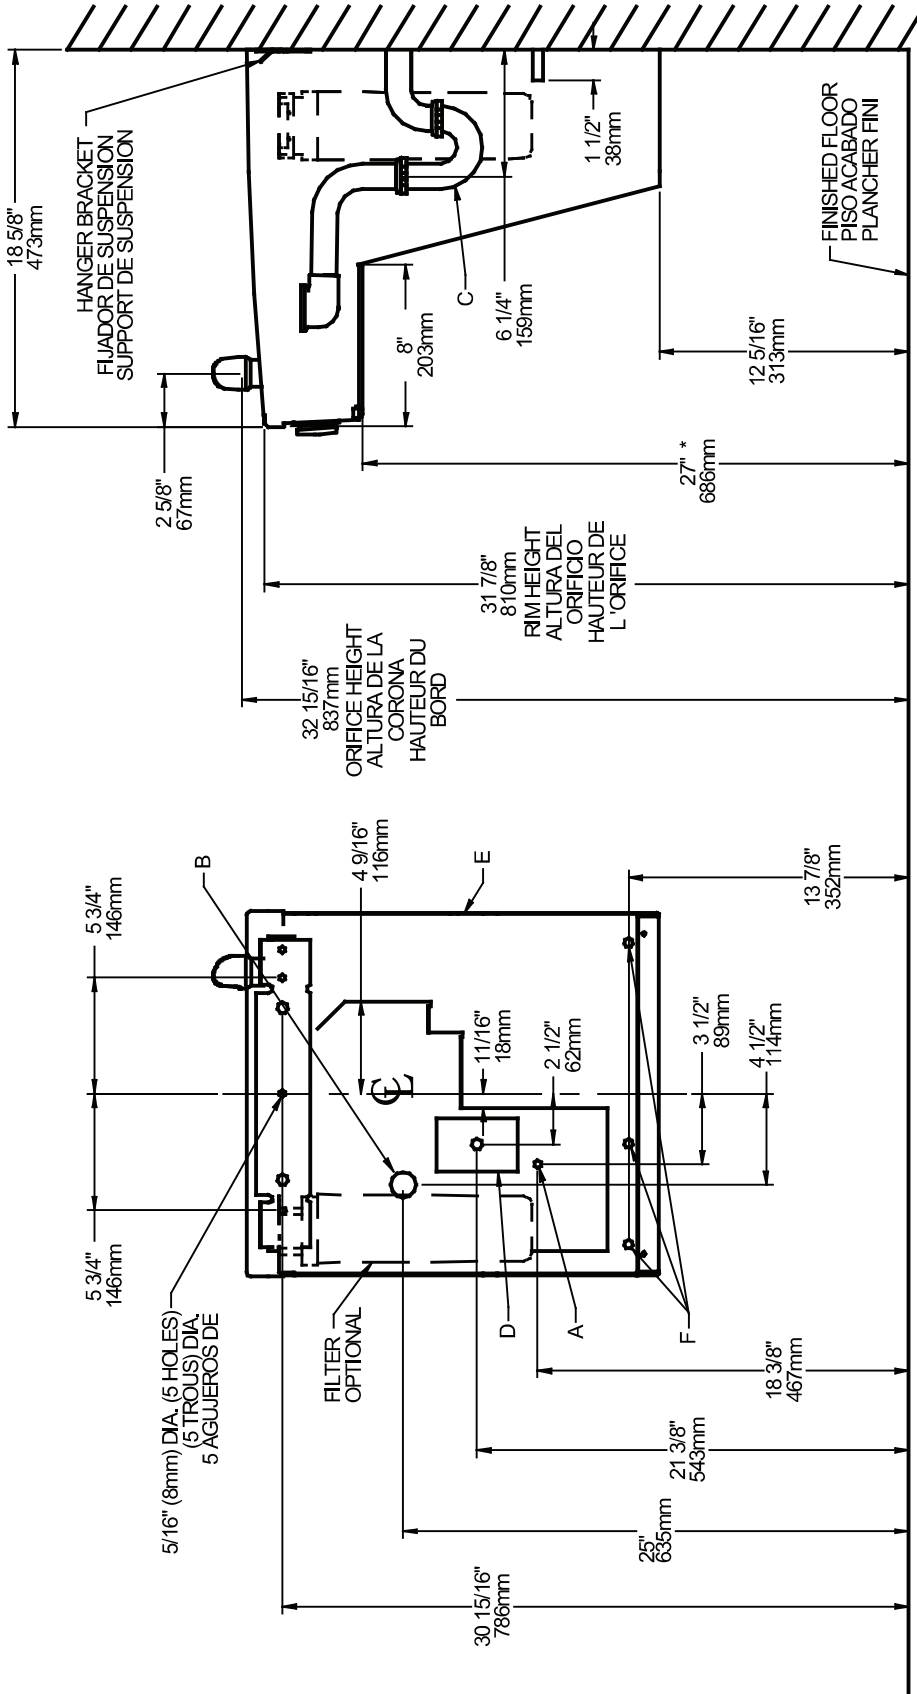

Fig. 2
- 1) Remove hanger bracket fastened to back of cooler by removing one (1) screw.
- 2) Mount the hanger bracket and trap as shown in Figure 2.
- 4) Hang the cooler on the hanger bracket. Be certain the hanger bracket is engaged properly in the slots on the cooler back as shown in Figure 2.
- 5) Loosen the two (2) screws holding the lower front panel at the bottom of cooler base and two (2) screws at the top (**Use torx bits sold separately**). Remove the front panel and set aside.
- 7) Remove the slip nut and gasket from the trap and install them on the cooler waste line making sure that the end of the waste line fits into the trap. Assemble the slip nut and gasket to the trap and tighten securely. Recommend fastening cooler to wall using 5/16 bolt holes, (see fig.2, "F").
- 1) Quite el fijador de suspensión sujetos a la parte posterior del enfriador quitando un (1) tornillo.
- 2) Monte el fijador de suspensión y quite el purgador como se muestra en la Fig.2.
- 5) Afloje los dos (2) tornillos que sostienen la parte inferior del panel en la parte inferior de la base del enfriador y los dos (2) tornillos en la parte superior (**Utilice los pedacitos torx vendidos por separado**). Quite el panel frontal y póngalo a un lado.
- 7) Saque la tuerca deslizante y empaquetadura del colector e instálelos en la manquera de residuos de la nevera, asegurándose que el extremo de la manquera encaje en el colector. Coloque la tuerca deslizante y la empaquetadura en el colector y apriete firmemente. Recomendamos el refrigerador de la cerradura para emparedar usando 5/16" agujeros de perno, (véase fig. 2, "F").
- 1) Retirez le support de suspension à l'arrière du refroidisseur en enlevant une (1) vis.
- 2) Installez le support et le siphon tel qu'indiqué à la fig. 2.
- 4) Installez le refroidisseur sur le support en vous assurant que ceux-ci sont bien installés dans les fentes à l'arrière du refroidisseur tel qu'indiqué à la figure 2.
- 5) Dégagez les deux (2) vis retenant le panneau inférieur avant au bas de la base du refroidisseur ainsi que deux (2) vis sur le dessus (**Employez le peu Torx vendu séparément**). Retirez le panneau avant et mettez-le de côté.
- 7) Retirez l'écrou coulissant et le joint du siphon et les installer sur la conduite de vidange de la fontaine en s'assurant que l'extrémité de la conduite de vidange s'ajuste dans le siphon. Assemblez l'écrou coulissant et le joint sur le siphon et serrez fermement. Recommandez le refroidisseur d'attache pour murer utilisant 5/16" ; trous de boulon, (voir la fig. 2, " ; F" ;).